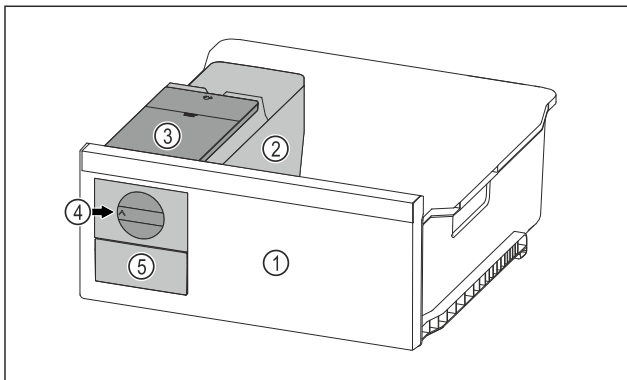

Fig. 155 Simbolična slika
- ▶ Vrtljivi gumb *Fig. 155 (4)* obrnite do konca v smeri urinih kazalcev.
- ▷ Kocke ledu iz posode za ledene kocke padajo v predal za ledene kocke *Fig. 155 (5)*.